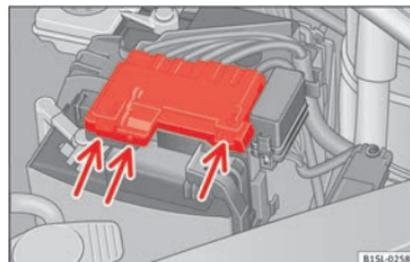

Fig. 172 No compartimento do motor: retire a cobertura da bateria do veículo.
- Pressione as patilhas »» Fig. 172 (setas) no sentido das setas e retire a cobertura da bateria para cima.